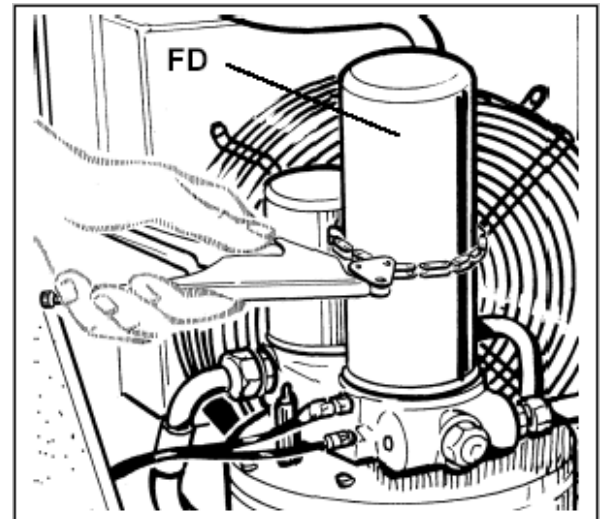

рис.18.
- С помощью соответствующего прилагаемого ключа снять картридж масляного фильтра **FO** (рис. 18).